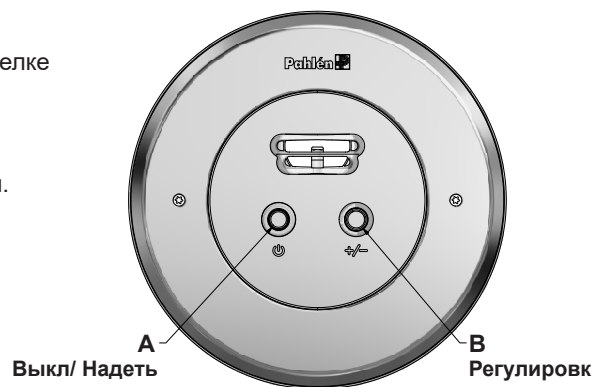

Рисунок 2. Передняя сторона (Classic)
- Запустите струю с помощью нажимной кнопки (А Рисунок 2).
- Выключите струю с помощью нажимной кнопки (А Рисунок 2).